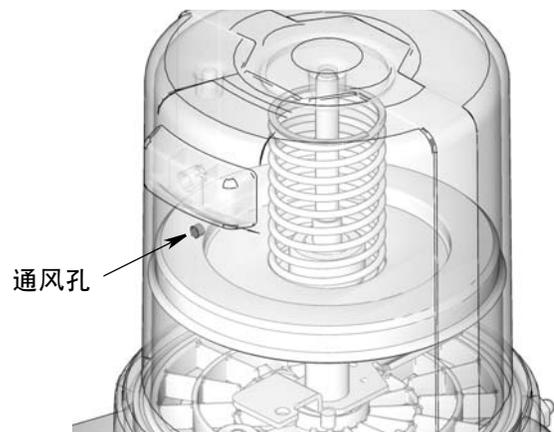

图 13
3. 向油箱加注润滑脂，直至密封从动盘打开通风孔（图 13）且大部分空气被排出油箱。